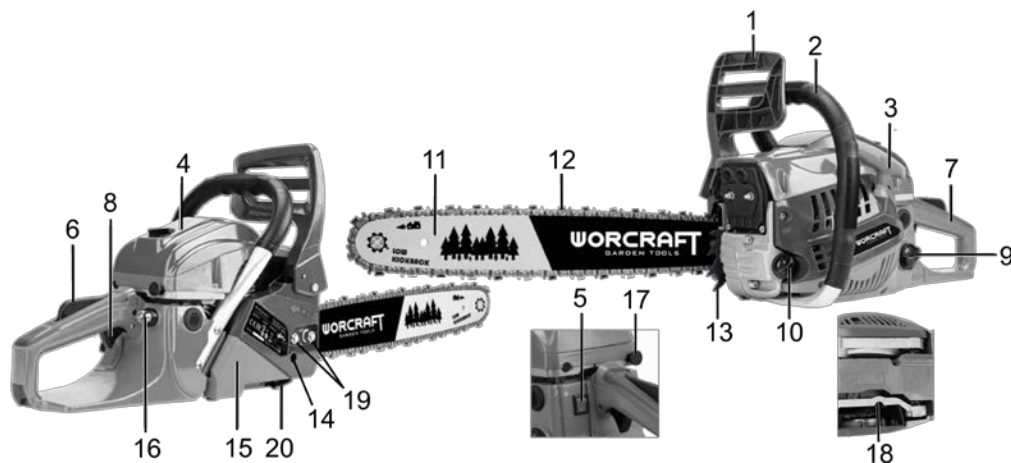
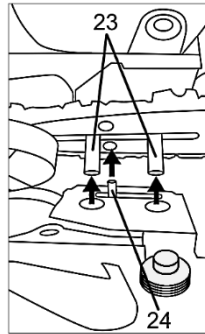

Рисунок 1
Рисунок 4
- Потягніть рукоятку гальма (1, рисунок 1) в бік передньої рукоятки (2, рисунок 1), щоб переконатися, що гальмо ланцюга вимкнуте.
- Відгвинтіть гайки (19, рисунок 1), що кріплять кришку зчеплення (15, рисунок 1), та зніміть її.
- Відрегулюйте гвинт натягу ланцюга (14, рисунок 1) на боковій частині кришки зчеплення таким чином, щоб штифт натягу ланцюга (24, рисунок 4) сумістився з відповідним отвором напрямної шини. При цьому отвори на кришці зчеплення повинні збігатися з напрямними гвинтами (23, рисунок 4).
- Вставте штифт механізму натягу ланцюга (24, рисунок 4) в спеціальний отвір на напрямній шині та одягніть кришку зчеплення. Вручну нагвинтіть гайки фіксації кришки зчеплення (19, рисунок 1).
- Обертаючи гвинт натягу ланцюга (14, рисунок 1) за годинниковою стрілкою, натягніть ланцюг до тих пір, поки він не буде щільно прилягати до нижнього боку напрямної шини. Перевірте натяг, потягнувши ланцюг вгору.
При кожній заправці паливом обов'язково перевіряйте та доливайте оливу для змащування ланцюга. Кришка горловини масляного бака (10, рисунок 1) позначена відповідним значком. Рекомендовано використовувати тільки спеціальну оливу для ланцюгів. Олива для ланцюгів значно знижує тертя та нагрів ланцюга і напрямної шини, полегшує їх очищення від стружки та пилу, надійно захищає від корозії та придатна до всесезонного використання.
- Перевірте, щоб гальмо ланцюга (1, рисунок 1) правильно функціонувало (пересуньте важіль вперед-назад): увімкнене (ланцюг не буде обертатися) – важіль гальма ланцюга переведений уперед (убік пиляльної гарнітури), вимкнено – важіль переведений назад (убік рукоятки).